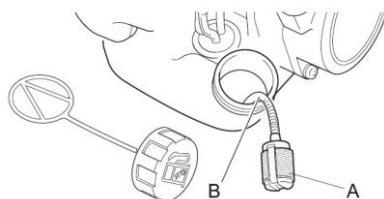

Fig. 8
ATTENZIONE! Se il motore della mototrivella facesse fatica ad avviarsi, controllare il filtro del carburante (**Fig. 8-A**) e qualora fosse ostruito sostituirlo.
1. Estrarre il filtro del carburante (**Fig. 8-A**) dal serbatoio con un uncino metallico.
2. Sganciare il filtro dal condotto del carburante (**Fig. 8-B**) e sostituirlo con uno nuovo.